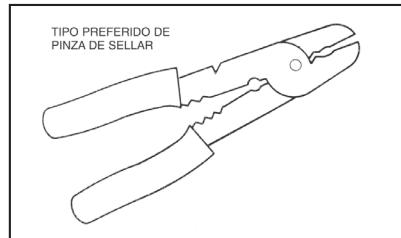

figura 2
- 2) Quite 1/4" de forro de los cables conductores. Colocar los terminales, que se proporcionan, sobre el cable correspondiente de acuerdo a su polaridad utilizando las pinzas recomendadas (Vea figura 2). Instale los cables conductores sobre los terminales de la bomba, asegurándose de mantener la polaridad correcta. Si se instala incorrectamente la bomba girará al revés y no bombeará.